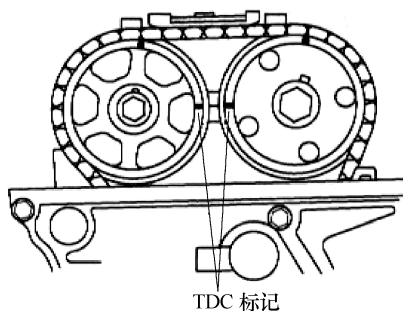
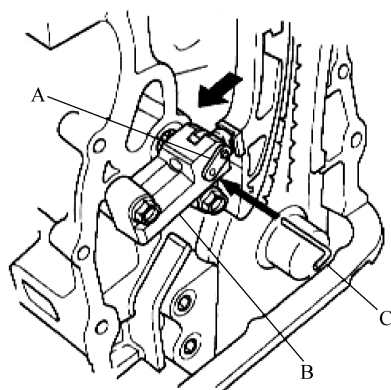

图 2-33 VTC 执行器与 1 号活塞 TDC 标记对齐
图 2-34 用锁销固定自动张紧器
6) 确认可变气门正时控制 (VTC) 执行器和排气凸轮轴链轮上的 1 号活塞 TDC 标记对齐, 见图 2-33。
8) 断开曲轴位置 (CKP) 传感器插头 (A) 与 VTC 机油控制电磁阀插头。
16) 将锁 (A) 和自动张紧装置 (B) 上的孔对准, 然后, 在孔内插入一条直径 1.2mm (0.05 in) 的销子或锁销 (C)。顺时针转动曲轴, 紧固销子或锁销, 如图 2-34 所示。